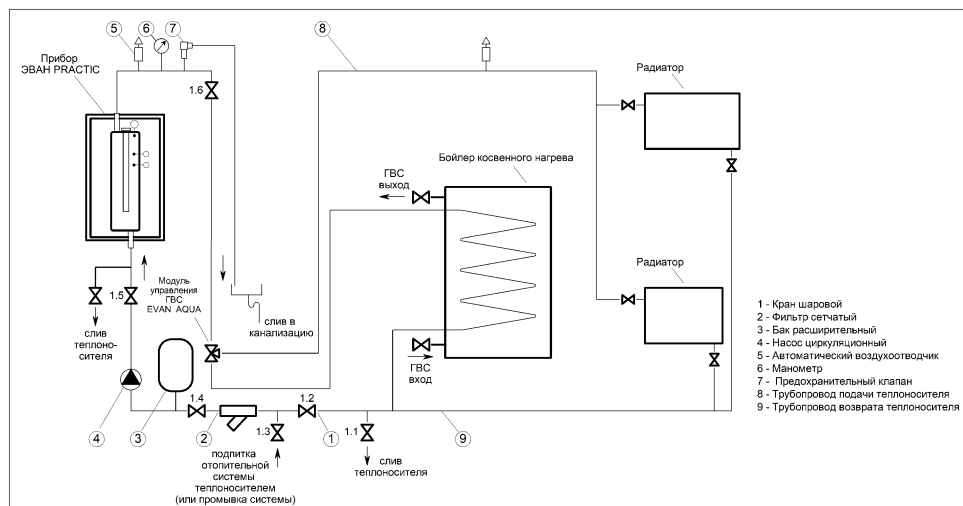

Рисунок 5. Типовая гидравлическая схема системы отопления
4.2.1 В Выполните монтаж трубопроводов и других элементов системы отопления и системы ГВС (радиаторы, бойлер косвенного нагрева, воздухоотводчик, запорная арматура и т.п.) в соответствии с требованиями СП 73.13320. Типовая гидравлическая схема приведена на рис.5. В системе отопления должны быть обязательно установлены:
5.2.2 Описание действий в п.5.2, п.5.3, п.5.4 выполнено по типовой гидравлической схеме приведённой на рис. 5.